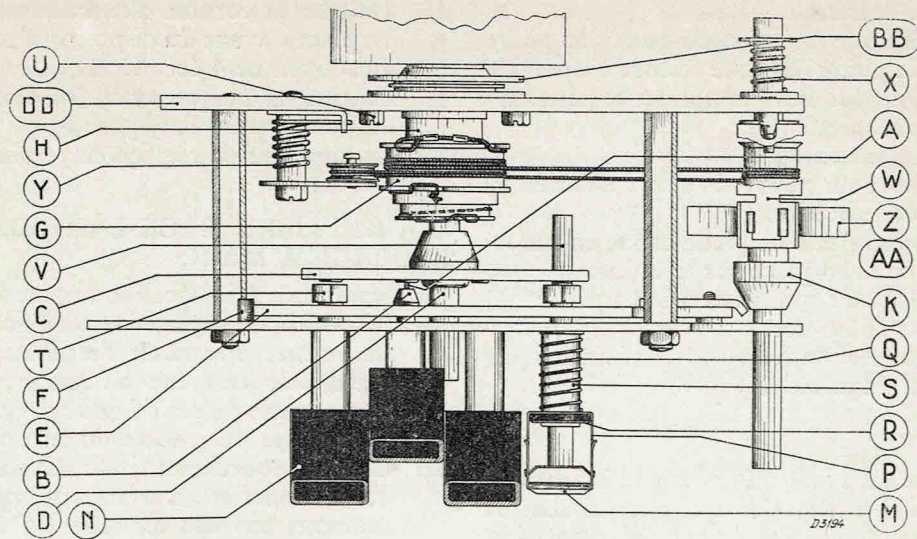

Fig. 8
**Remplacement des pièces constitutives d'un bouton poussoir (figure 8).****A. Capuchon décoratif (N).**
5. Enlever la plaque avant en faisant attention au petit ressort F. (figure 8).